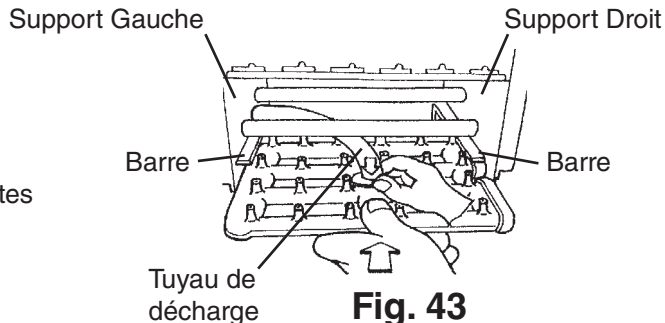

Fig. 43
12. Faites glisser l'ensemble de pulvérisation le long des barres sur les supports gauche et droit. Voir Fig. 43. Connectez fermement le tuyau de décharge à l'ensemble de pulvérisation; un raccord lâche peut provoquer une fuite d'eau.